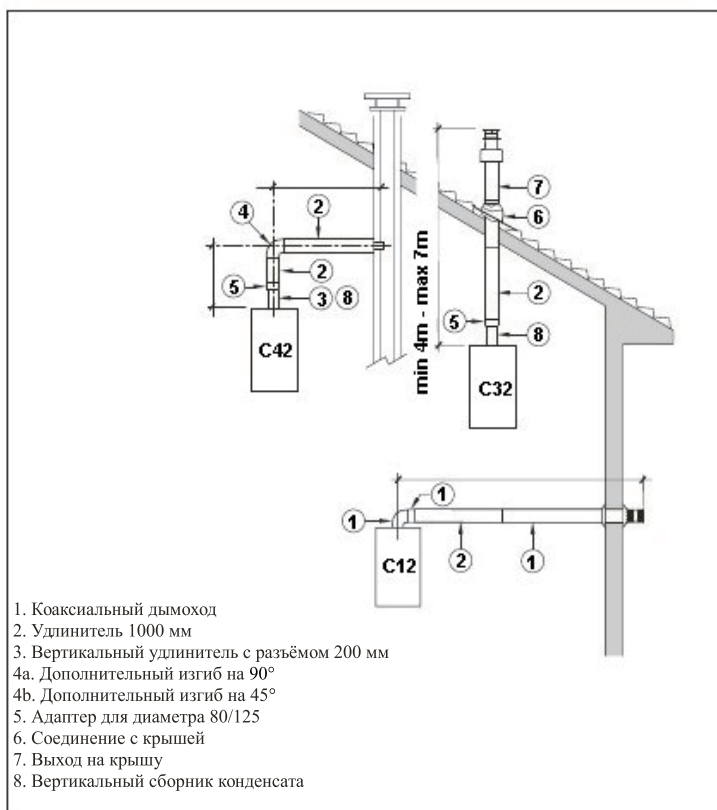

рис. 3
2.5.2 Комплектующие детали, диаметр 80/125 (рис. 3)
Схемы на рис. 3 показывают некоторые примеры разных типов монтажа коаксиальных дымоходов.